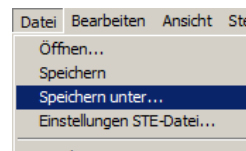

Abb. 3: Antriebsparameter speichern
7. Antriebsparameter speichern (siehe Abb. 3).